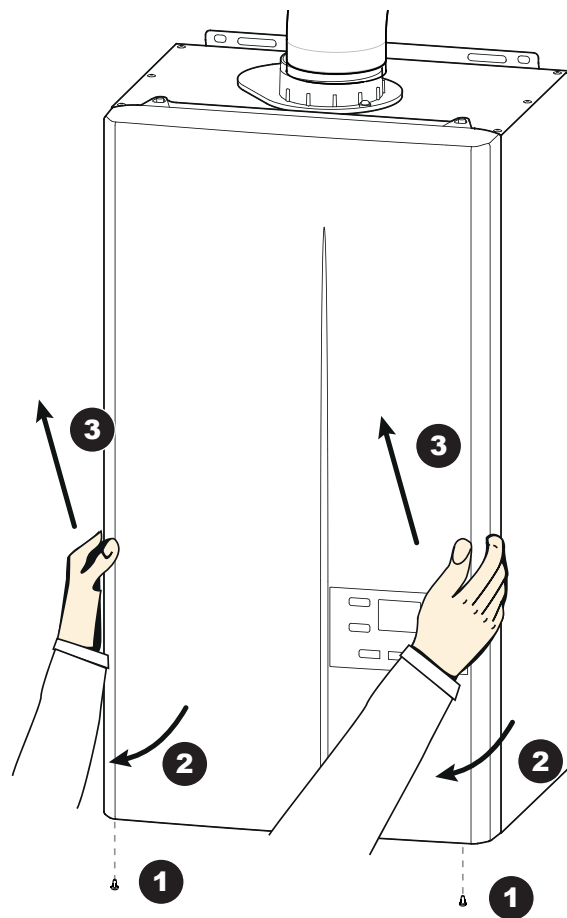

fig. 26 - Dépose de la façade
- Déposer la façade (voir *fig. 26, page 47*).